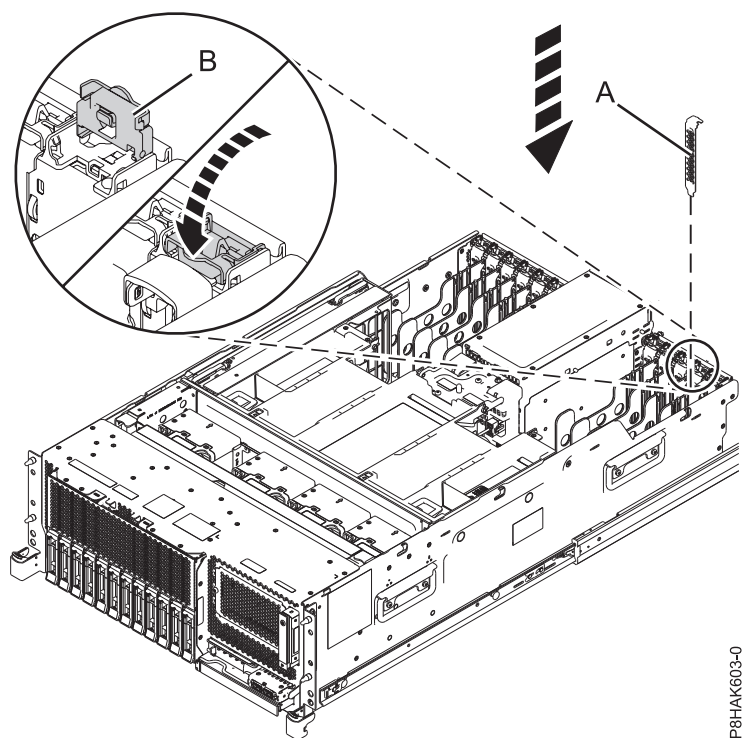
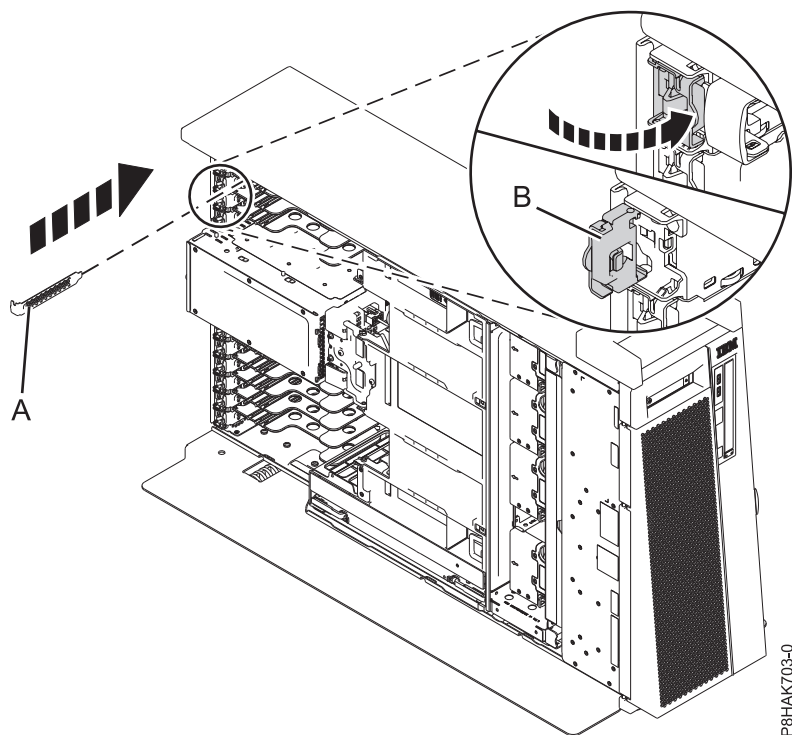

Figura 52. Instalar um preenchimento numa ranhura de um adaptador PCIe num sistema montado em bastidor
Figura 53. Instalar um preenchimento numa ranhura de um adaptador PCIe num sistema 8286-41A autónomo
- a. Segure no contraponto do carácter de preenchimento com cuidado e alinhe o carácter de preenchimento com a ranhura e o respectivo conector no painel posterior do sistema, como demonstrado em Figura 52 na página 59 e Figura 53 na página 59.